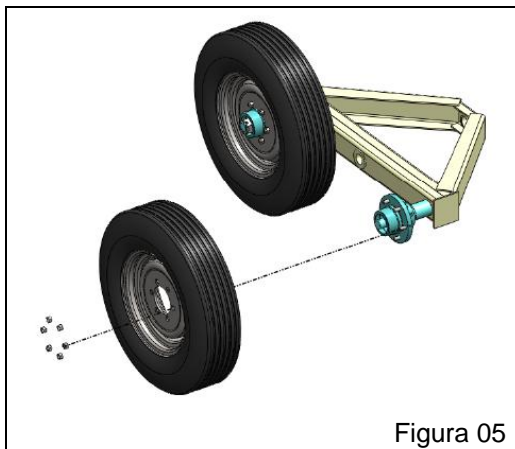

Figura 05
- Monte os pneus nos cubos das rodas (Figura 05);